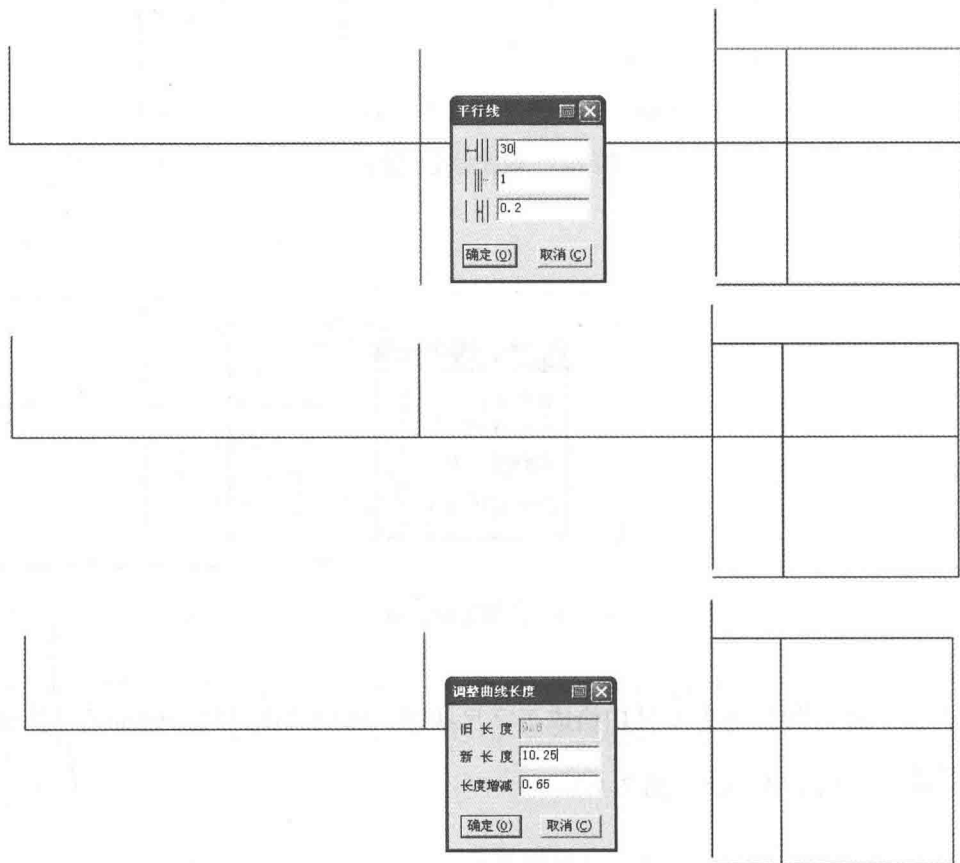

图 7-10 画膝围线
(9) 画膝围 (图 7-10)。
① 选择  【智能笔】工具按住【Shift】键，进入【平行线】功能。从横裆线向下 30cm 定膝围线。
②选择  【智能笔】工具中的【靠边】功能将膝围线靠边至烫迹线。
③选择  【智能笔】工具按着【Shift】键，右键点击膝围线侧缝部分；进入【调整曲线长度】功能。输入新长度 10.25cm（计算公式： $\frac{\text{膝围 } 45\text{cm}}{4} - \text{互借量 } 0.5\text{cm}$ ）。